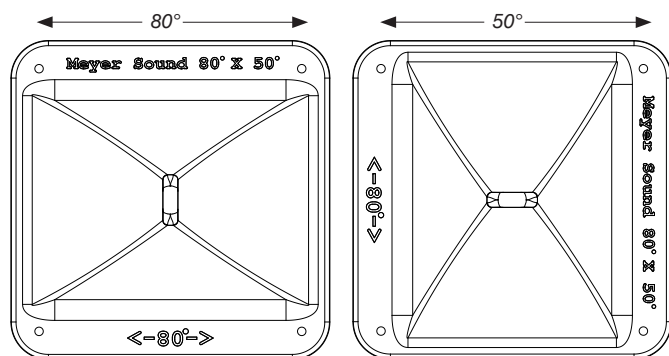

Figura 6.1. El difusor VariO a 80° x 50° para cobertura horizontal amplia (izquierda) y girado para cobertura horizontal estrecha a 50° x 80° (derecha)
5. Gire el difusor 90° en sentido horario para cambiar su orientación de 80° a 50°. El borde más ancho del difusor estará ahora a lo largo de los costados del gabinete, en vez de arriba y abajo (Figura 6.1).